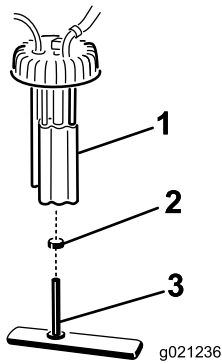

図 55
2. 燃料ポンプからワイヤハーネスのコネクタを外す図 55。
3. タンクから、燃料ポンプアセンブリと燃料フィルタを外す図 55。
4. 燃料フィルタのホースを燃料ポンプのフィッティングに固定しているクランプを外す。フィッティングからホースを取り外す図 55。